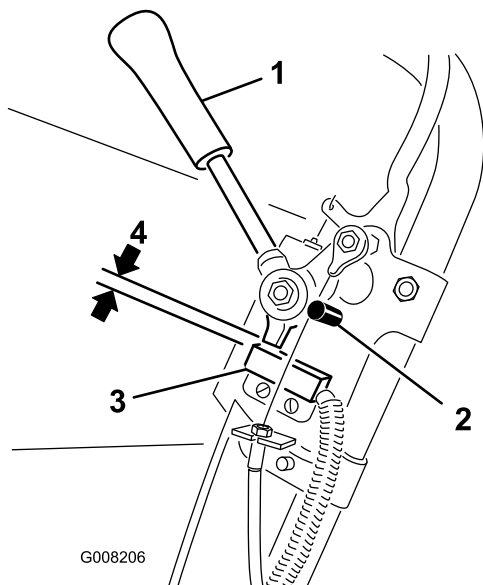

Figura 26
1. Verificate che il motore sia spento e la leva di trazione disinnestata e appoggiata sul fermo in folle (Figura 26).
2. Allentate i dispositivi di fissaggio del microinterruttore (Figura 26).
3. Inserite uno spessore di 0,8 mm fra la leva di trazione ed il microinterruttore (Figura 26).